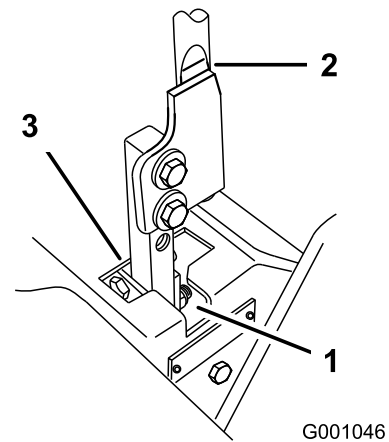

Figura 96
5. Desloque a alavanca para a posição de ponto-morto, mas não bloqueada (Figura 96).
6. Puxe a alavanca para trás até que o passador de forquilha (no braço por baixo do eixo da articulação) entre em contacto com a extremidade da ranhura (até começar a fazer pressão na mola) como se mostra na Figura 96.
7. Verifique onde é que a alavanca de controlo está relativamente ao entalhe na consola (Figura 96).